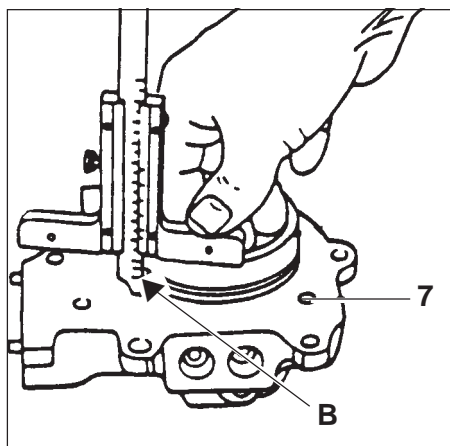

Fig. 37
- 2) Rilevare con micrometro centesimale la quota di battuta «A» su due o più punti (Fig. 37).
- 2) By use of a dial gauge measure size «A» value, on different points (Fig. 37).